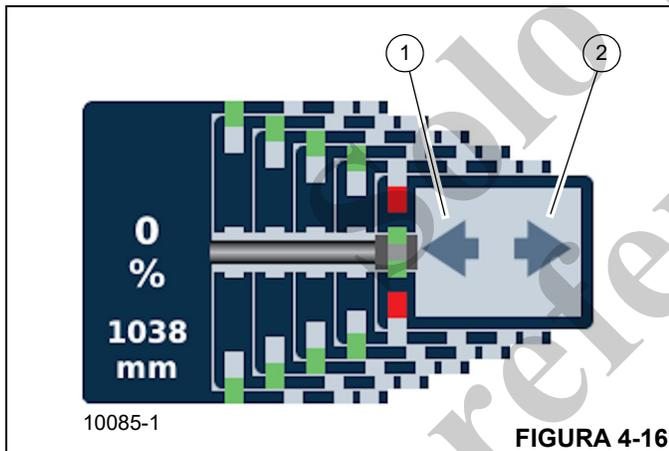

FIGURA 4-16
La telescopización se inicia solo si aparece la flecha izquierda de retracción (1, Figura 4-16) o la flecha derecha de extensión (2) en el lugar indicado de la pantalla de funcionamiento (ya sea la pantalla de telescopización semiautomatizada o manual).